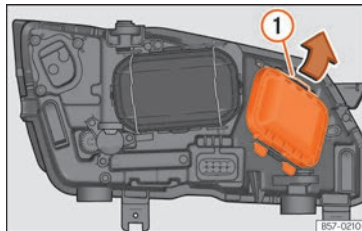

Abb. 55 Im Motorraum: Abdeckung entfernen.
- Die Strebe »» **Abb. 55** ① in Pfeilrichtung verschieben und den Deckel abnehmen.